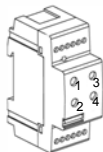

Fig 3
2. Mettez l'alimentation électrique en marche et appuyez sur la touche de programmation (Fig.3). La DEL rouge s'allume.
Chaque module d'acteur de commutation peut être commandé sur site via les touches à DEL (Fig.3). Le module ne doit pas pour cela se trouver en mode de programmation (voir Mise en service, programmation) Chaque pression de touche entraîne une modification de l'état de commutation des DEL et relais assignés. Sur le module d'acteur de commutation double, les touches à DEL 2 et 4 n'ont pas de fonction et servent uniquement à l'adressage.